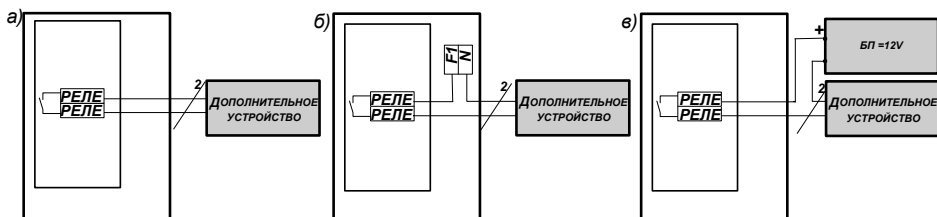

Рис.2
2.2.6 Подключить светозвуковой оповещатель к клеммам «РЕЛЕ» на плате «081», соблюдая полярность при подключении. Варианты подключения вспомогательных устройств смотри на Рис.2.
2.2.12 Завести провода и подключить дополнительное устройство (светозвуковой оповещатель) к выходу «РЕЛЕ» соответственно «СИГНАЛ-2». Варианты подключения дополнительных устройств к релейным выходам пультов «СИГНАЛ-1/2» приведены на рис. 2